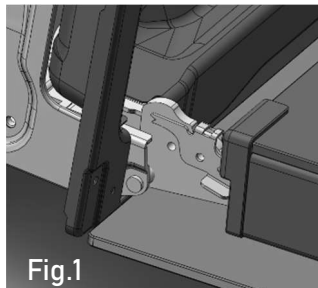

Fig.1
- Ouvrir complètement la porte (fig.1) ;